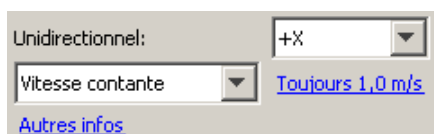

Figure 3.30 : changer un escalier en escalator
4. Cliquez sur le menu déroulant du **Modificateur de vitesse** et choisissez **Vitesse constante**, comme illustré à la figure 3.30.